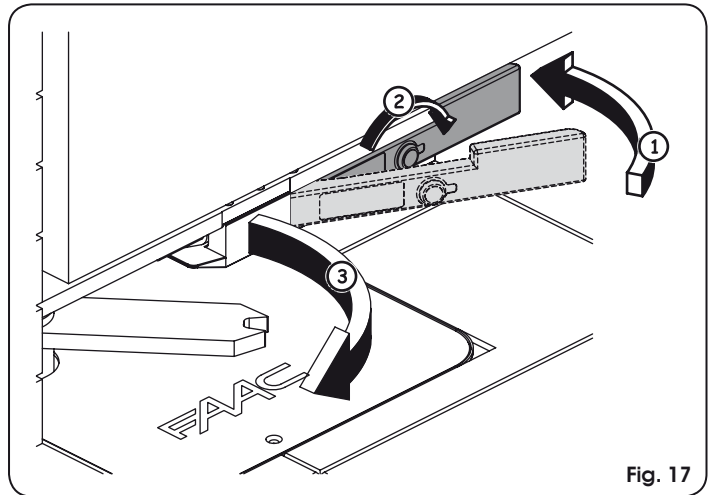

Fig. 17
- Colocar la palanca nuevamente en su posición de reposo (Fig. 17 rif. ①)
- Introducir la llave de desbloqueo en la cerradura y girarla hasta el tope en la dirección opuesta a la columna (Fig. 17 rif. ②)
- Mover manualmente la cancela hasta que la cerradura se enganche en la barra de bloqueo (Fig. 17 rif. ③)